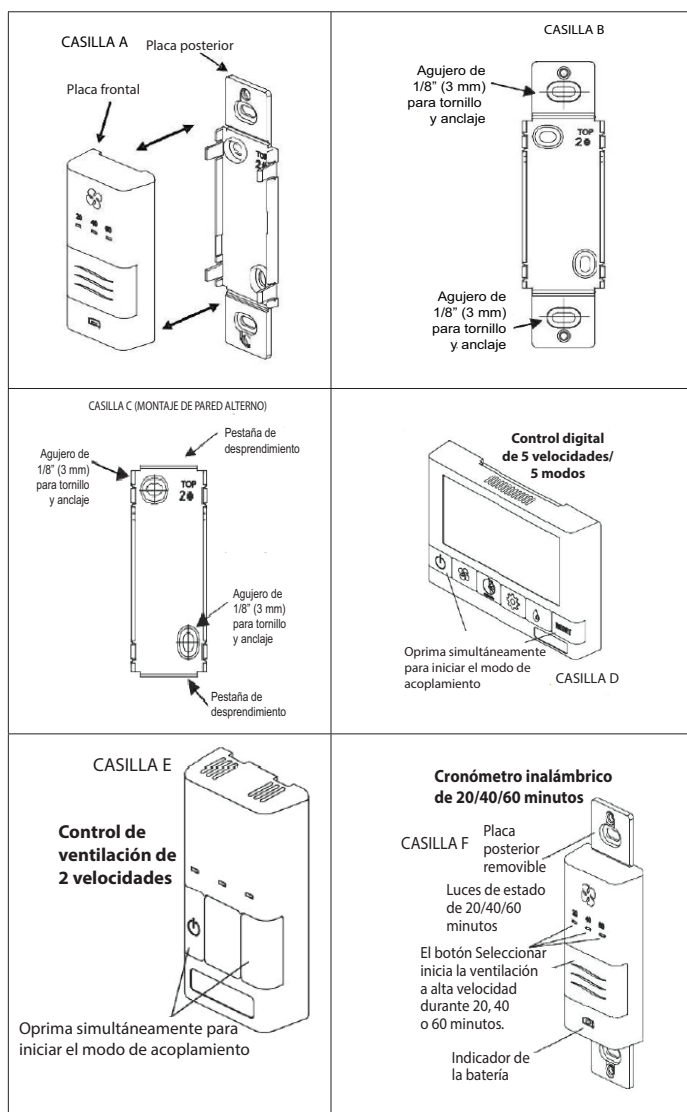

Figura 35. Instalación del cronómetro inalámbrico
2. Acoplamiento del **cronómetro inalámbrico de 20/40/60 minutos con el control digital de 5 velocidades / 5 modos:** Oprima los botones izquierdo y derecho simultáneamente en el control de pared principal (los botones  y REINICIALIZAR). La pantalla quedará en blanco y el símbolo inalámbrico  aparece parpadeante en la esquina inferior derecha de la pantalla. Esto indica que el control principal ahora está en modo de acoplamiento (Figura 35, Casilla D).
3. Acoplamiento del **cronómetro inalámbrico de 20/40/60 minutos con el control del deshumidificador/ventilación de montaje de pared:** Oprima los botones izquierdo y derecho simultáneamente en el control de pared principal  y ya sea el botón  o , dependiendo del control principal. La hilera inferior de tres LED comenzará a parpadear. Esto indica que el control principal ahora está en modo de acoplamiento (Figura 35, Casilla E).
1. Separe con fuerza la placa frontal de la placa trasera (Figura 35, Casilla A).
2. Para montar el control sin una placa decorativa, desprenda las pestañas superior e inferior y consulte la Figura 35, Casilla C para el montaje.
- Coloque la placa trasera del control en la ubicación deseada en la pared y marque con un lápiz los agujeros superior e inferior para los tornillos (Figura 35, Casilla B o C). Taladre dos agujeros de 1/8" (3 mm).
- Instale la placa trasera en la pared con los dos tornillos y anclajes suministrados. 5. Conecte la placa frontal a la placa trasera (Figura 35, Casilla A).